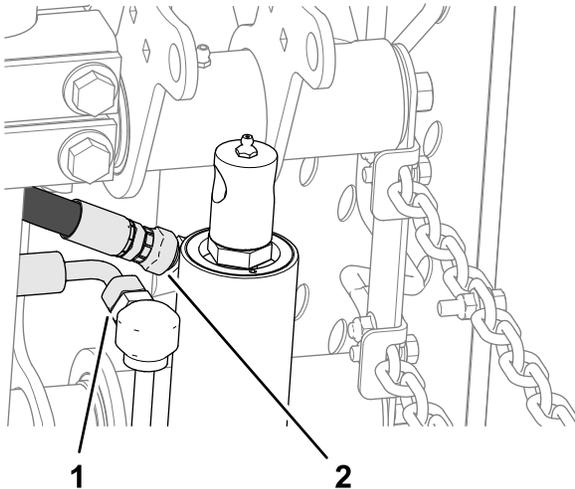

Figure 14
- Sur le vérin de levage, desserrez le raccord pivotant droit du flexible de retour et le raccord pivotant à 90° du flexible de levage (Figure 14).